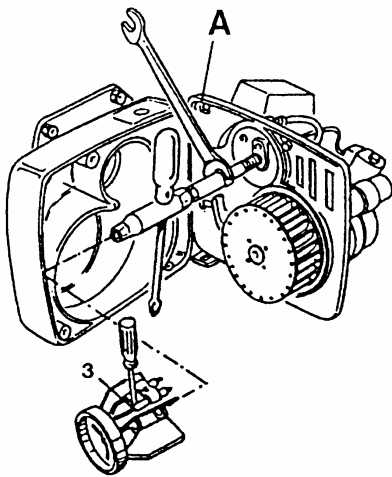

Fig. 30
1. cu o ȓurubelniȐ ȓn cruce slȐbiȓi ȓurubul de fixare a capacului (2);
2. extrageȓi-l cu grijȐ ȓi agȐȓȓȓi-l de arzȐtor (fig. 30, 31);
3. pentru schimbarea duzei slȐbiȓi ȓurubul (3) ȓi demontaȓi deflectorul;